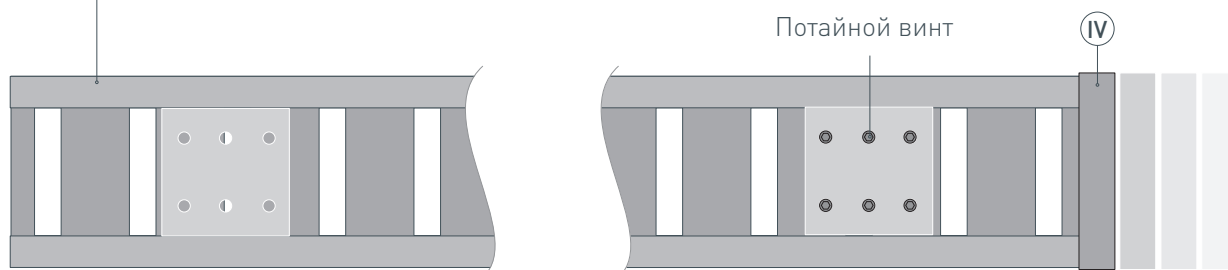

Рис. 2. Установка заглушки IV на профиль I. Вид сверху
- 1 / Перед началом монтажа временно вытащите эластичную ленту-вставку V из профиля I. Установите на профиль I фиксирующие крепления VI на одинаковом расстоянии друг от друга, как показано на рис. 1. Установите на один из концов профиля I заглушку IV, как показано на рис. 2. Затяните потайными винтами фиксирующее крепление VI, расположенное на краю профиля I с установленной заглушкой IV.